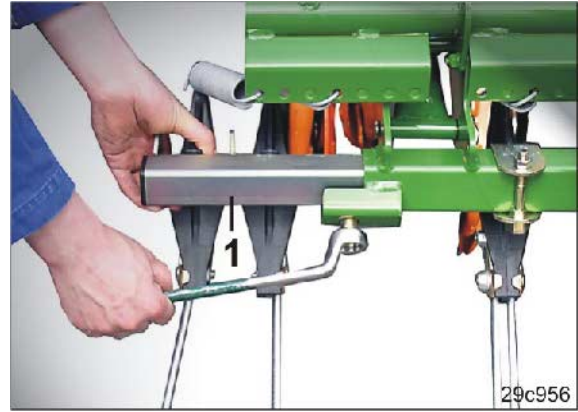

Fig. 205
- 10.1 Løsn fastgørelsesskruen, skub yderharveelementet (Fig. 205/1) ind, og spænd fastgørelsesskruen.
- 7.1 Løsn fastgørelsesskruen, skub yderharveelementet (Fig. 205/1) ud, og spænd fastgørelsesskruen.